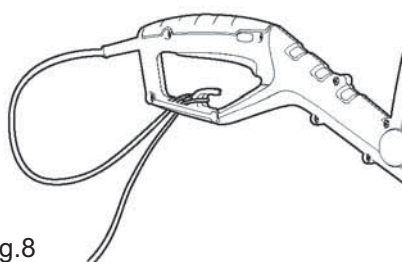

Fig.8
- > Faites une boucle au câble et accrochez-la au détendeur de câble situé sur la poignée (fig.8).